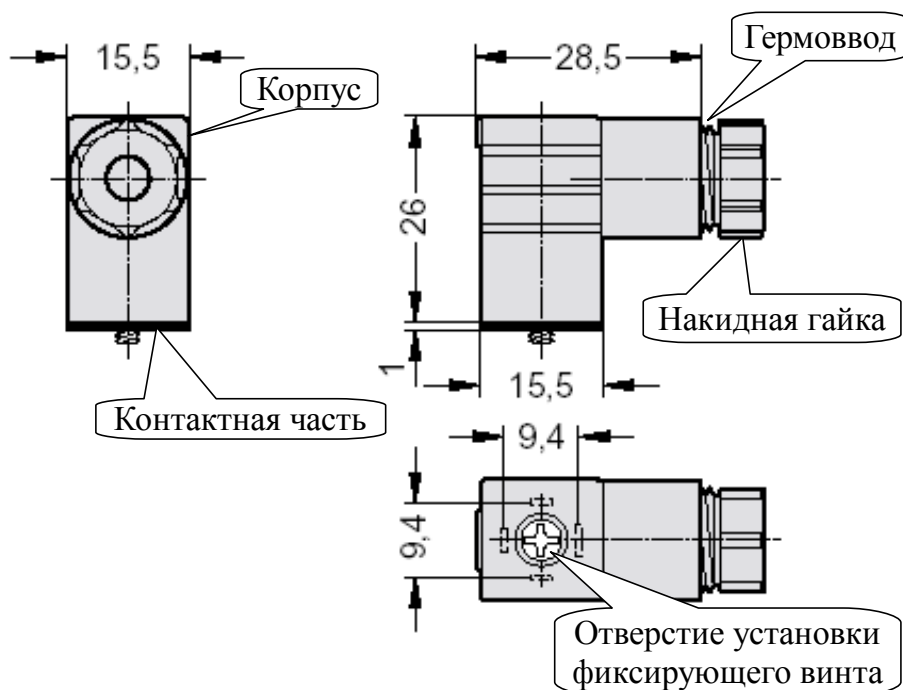
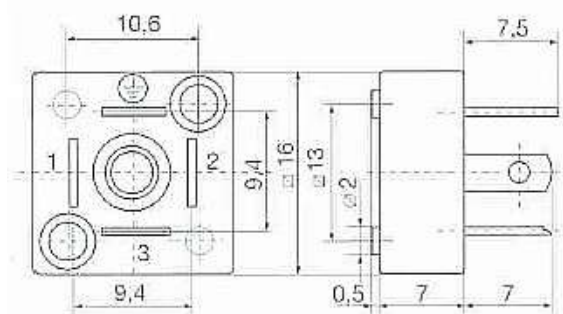

Рисунок 4 - Герморазъём DIN 43650, форма С (соединитель электрический, промышленный стандарт) с тремя контактами плюс заземляющий контакт
Рисунок 5 - База для герморазъёма DIN 43650, форма С (соединитель электрический, промышленный стандарт) с тремя контактами плюс заземляющий контакт
- Отвернуть и вынуть фиксирующий винт герморазъёма (Рисунок 4). Снять герморазъём с базы (Рисунок 5) и выдвинуть его контактную часть, толкая хвостовик в отверстие установки фиксирующего винта.